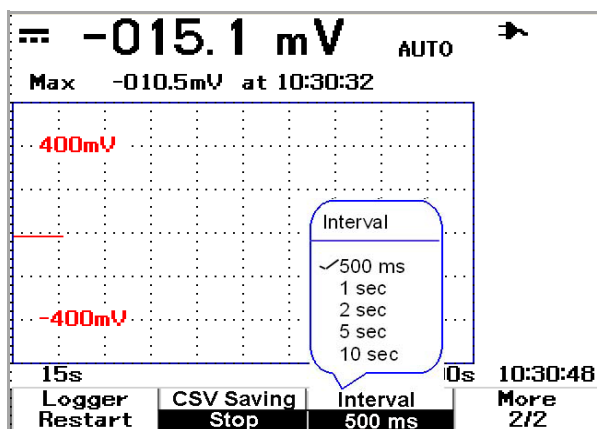

図 5-4 間隔の設定
- 4 間隔設定を変更するには、**F3** を繰り返し押し続けてリストを下にスクロールし、値を選択します（以下の図 5-4 を参照）。